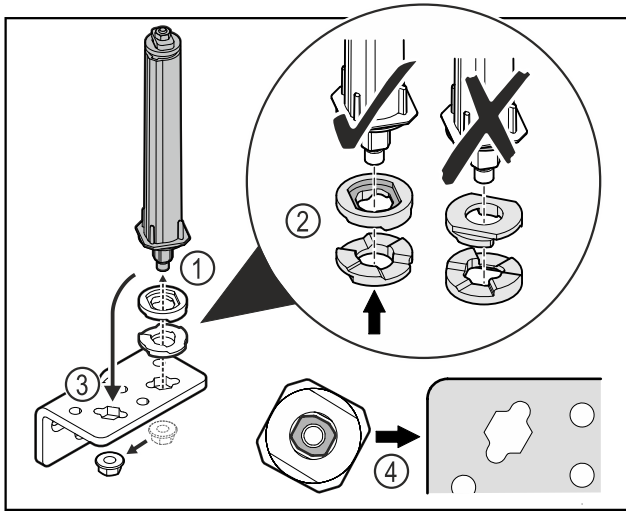

Fig. 37
- ▶ Відкрутити гайку і зняти систему запирання дверей Fig. 37 (1).
- ▶ Слідкувати за правильним розташуванням шайб для регулювання висоти Fig. 37 (2).
- ▶ Переставити систему запирання дверей у шарнірному кутику і зафіксувати гайкою Fig. 37 (3).
- ▶ Під час встановлення слідкувати за правильною орієнтацією системи запирання дверей Fig. 37 (4).